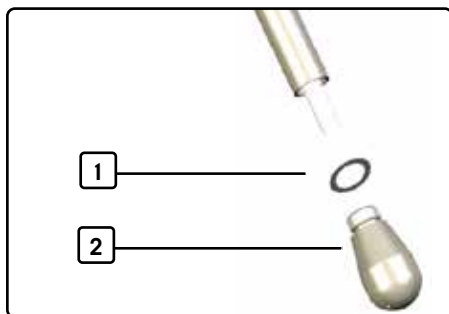

Fig. 9 Buse de lance démontée
2. Dévissez la buse [2, Fig. 9] de la lance à la main et mettez-la de côté.
4. Revissez la buse avec le joint [1, Fig. 9].